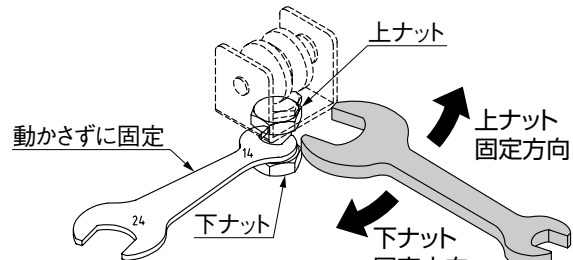

図4-6
- ④ 調整が終わったら、対辺14スパナを差し込んだまま対辺24側で上ナット・下ナットを仮固定してください。（図4-6参照）
- ⑤ ローラーの水平・高さを再度確認してください。